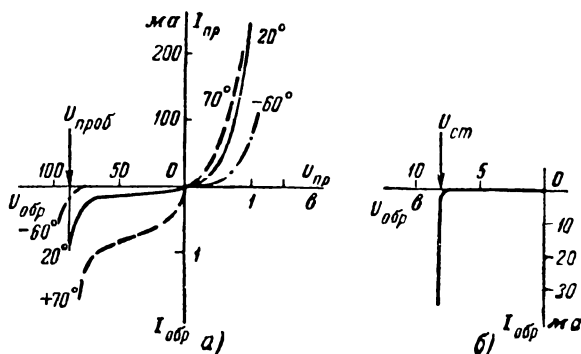

Рис. 2. Типичный вид вольт-амперной характеристики полупроводникового диода (а) и обратной ветви стабилитрона (б).
Вольт-амперные характеристики выражают зависимость тока, проходящего через диод, от величины и полярности приложенного к нему напряжения. У выпрямительных диодов, диодов универсального назначения, импульсных и некоторых других классов вольтамперная характеристика имеет форму, показанную на рис. 2, а. «Прямая» ветвь, изображенная в правом верхнем квадранте, соответствует пропускному направлению тока, а «обратная» ветвь (в левом нижнем квадранте) — запорному. Чем круче и ближе к верти-
Нормальная работа диодов в качестве элементов с односторонней проводимостью обычно возможна лишь в таких режимах, когда обратное напряжение не превышает пробивного ( $U_{проб}$  на рис. 2, а). В то же время нормальная работа стабилитронов (кремниевых стабилизаторов напряжения) основана именно на заходе в область электрического пробоя, который не опасен для диода до тех пор, пока внешнее сопротивление ограничивает ток, проходящий через диод, и предотвращает перегрев диода. Для стабилитронов особенно важно, чтобы обратный ток при увеличении обратного напряжения вплоть до  $U_{проб}$  оставался минимальным, а при достижении пробивного напряжения сразу же резко нарастал (рис. 2, б).
При повышении температуры как прямой так и обратный токи увеличиваются, а при понижении температуры уменьшаются (рис. 2, а). Пробивное напряжение в зависимости от типа диода может по-разному зависеть от температуры, но чаще всего оно понижается с повышением температуры.
**Электрические параметры стабилитронов.** Основной параметр стабилитрона — *напряжение стабилизации* ( $U_{ст}$  на рис. 2, б). Вследствие прохождения через стабилитрон небольшого обратного тока при напряжениях ниже  $U_{ст}$  и плавного нарастания тока перед точкой пробоя высокая эффективность стабилизации напряжения гарантируется лишь при токах, превышающих некоторый *минимальный ток стабилизации*. Во избежание перегрева стабилитрона не разрешается превосходить оговариваемый в справочных данных *максимальный ток стабилизации* или превышать *максимальную допустимую мощность*.